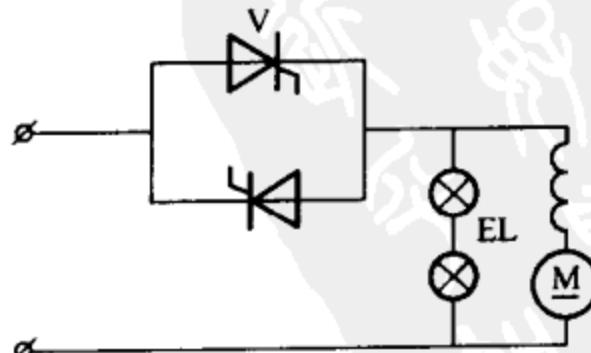

图 3-3 灯泡替代续流二极管示意图
单相半波晶闸管整流线路中，由于负载电感存在，因此当输入电压由正变负时，电感负载的能量（也即由于在电流变化过程中，负载中感应出一个与原极性相反的电压）反馈回电源，加到晶闸管 V 阳极，使 V 维持导通，造成过零关断的现象。这时负载上流过负半周电流，使得负载上的平均电压值降低，波形变坏。即使过零变负时能可靠关断晶闸管，也因为是半波整流，负半周时负载上没有电流流过，平均值也较低，脉动度大。所以一般均加装续流二极管来加以改善和克服。在运行中，由于某种原因导致续流二极管损坏，而且一时又找不到合适的二极管，这时可用灯泡应急替代续流二极管，如图 3-3 所示。灯泡的效果虽说没有二极管好，但在中小电机的调速线路中还是可以胜任的。特别是在单相半波可逆线路中，直接采用灯泡续流更方便。其优点有二：①灯泡规格多，信手可得；②可作维修人员和操作人员监视晶闸管状态之